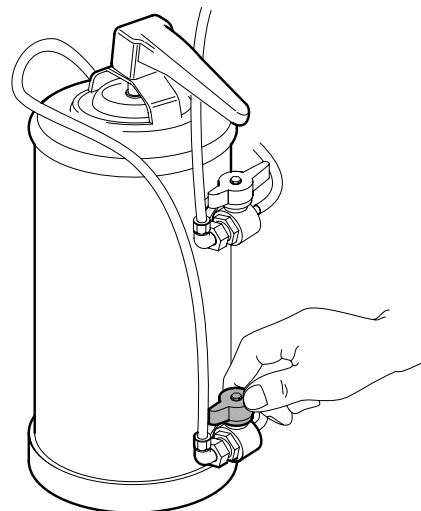

Fig. 6.18
- Quitar tensión y cerrar el grifo (Fig.6.18)